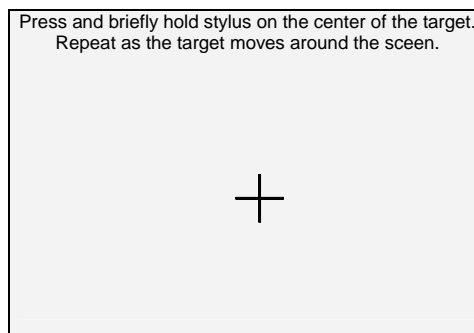

Fig. 17: Pantalla calibración "pantalla táctil"
2. Pulse y mantenga ligeramente pulsado el puntero PT400 sobre el punto central de la cruz del visualizador (ver Fig. 17) arrastrandolo hacia los cuatro ángulos del visualizador